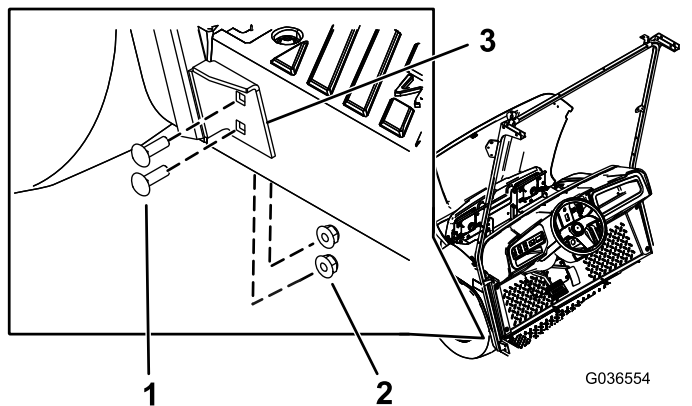

**Figure 31**
3. Fixez la patte centrale des supports gauche et droit du pare-brise à la machine en insérant 2 boulons à embase hexagonale (5/16" x 1") et 2 écrous (5/16") dans les trous que vous avez percés (Figure 31).